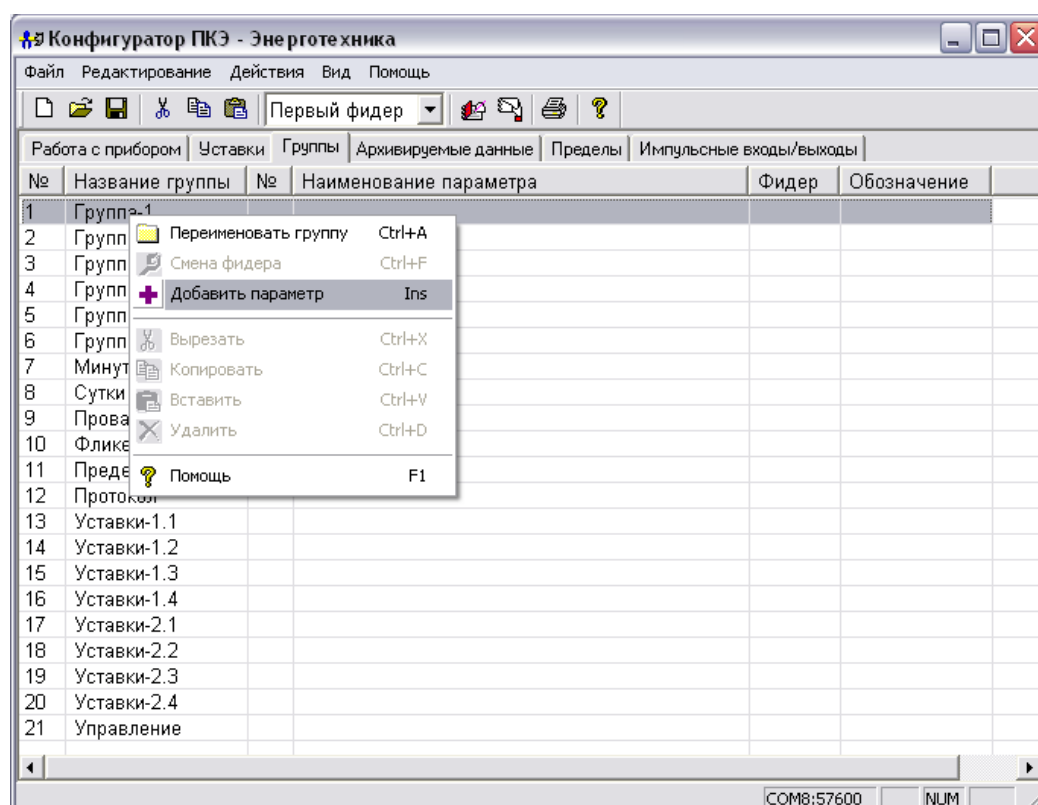

Рисунок 50
- в контекстном меню (рисунок 50) выбрать пункт «Переименовать группу»;